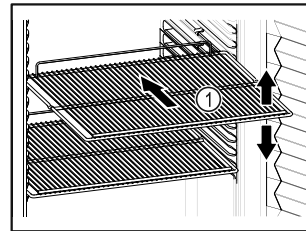

Fig. 61 Примерно изображение
- Ако стелажите за съхранение Fig. 61 (1) могат да се местят, регулирайте ги според височината.